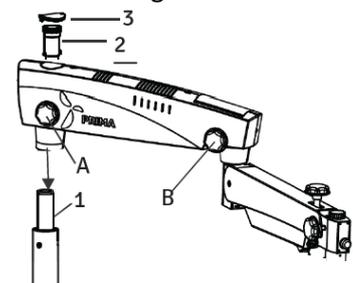

Figura 38
No desenrosque completamente la perilla A. vea la figura 38. Afloje solo unos pocos hilos; de lo contrario, el anillo de bloqueo dentro de la guía de la columna podría desconectarse y la instalación podría no ser posible.
- B. Coloque el conjunto del brazo en el eje de la columna (1) que se muestra en la figura 38.
- C. Atornillar el tapón roscado desde arriba (2).
- D. Coloque la tapa protectora (3) en su lugar y afloje la perilla de bloqueo del brazo de suspensión (B) para que pueda girarse.